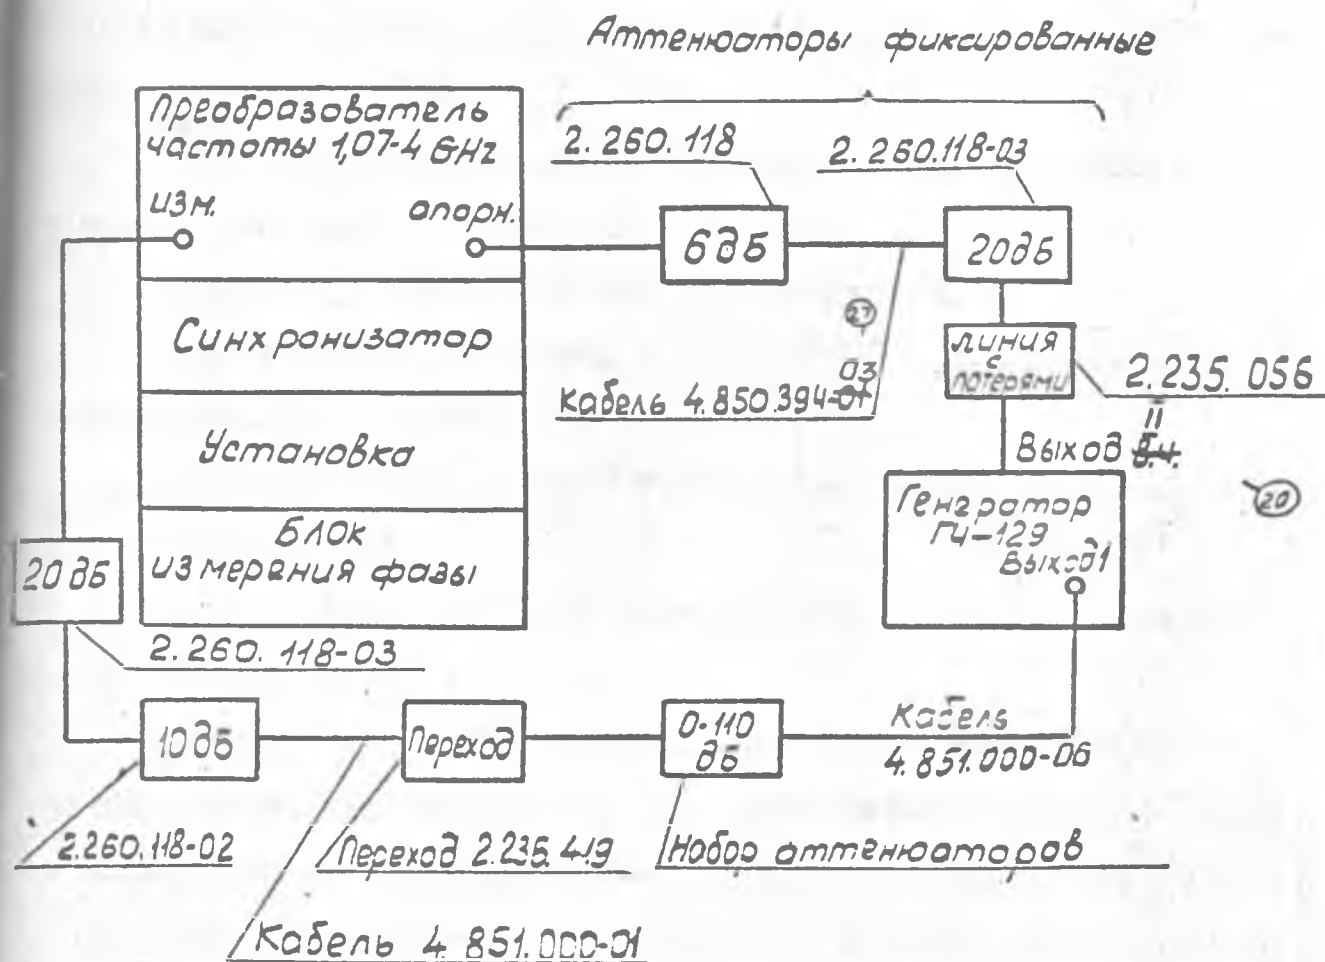

Рис. 87 Схема электрическая структурная определения погрешностей БАп; БУп; БАн, БУн, БА, БУ на частоте 107 ГГц
13.3.II. Определение погрешностей измерения ослабления и фазы δA_n и δU_n , δA_n , δU_n , δA , δU на частоте 1,07 ГГц проводится по схеме, приведенной на рис.87.